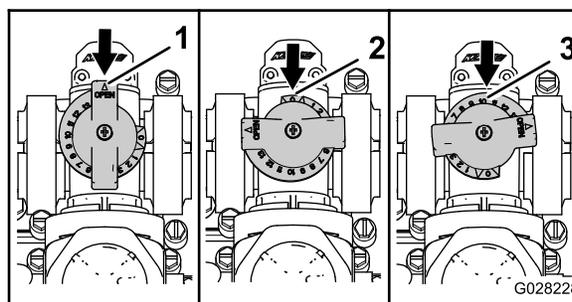

Рисунок 85
- Перепускной клапан перемешивания находится в полностью открытом положении, как показано на виде А на Рисунок 85.
- Перепускной клапан перемешивания находится в закрытом (0) положении, как показано на виде В на Рисунок 85.
- Перепускной клапан перемешивания находится в промежуточном положении (отрегулированном в соответствии с показаниями манометра системы опрыскивания), как показано на виде С на Рисунок 85.